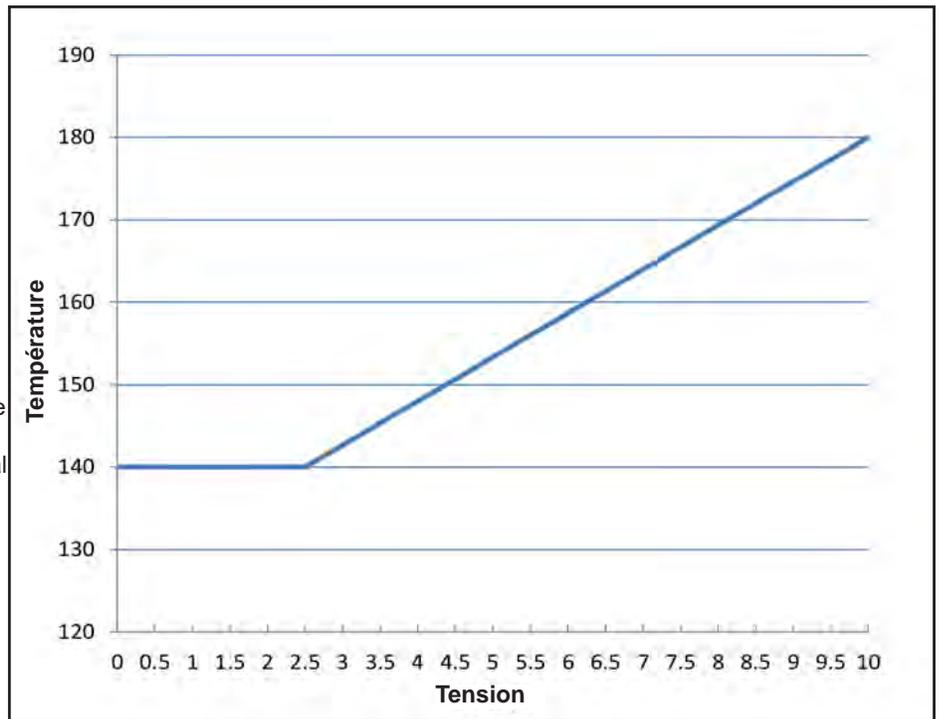

Figure 36. Exemple de point de consigne externe
- L'utilisation des valeurs par défaut du Point de consigne max. (82 °C/180 °F), Point de consigne min. (60 °C/140 °F), Demande min. (2,5 VCC), Demande max. (10,0 VCC), l'appareil produit la courbe de point de consigne illustrée dans la **Figure 36**.